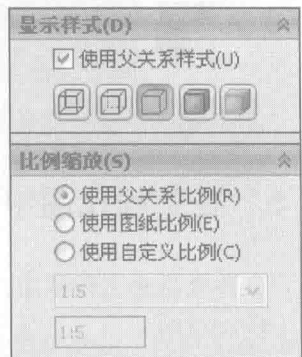

图 1-18 工程视图的父视图
- 显示样式：新视图的显示样式可以和父视图一样，如图 1-18 所示，只需在【显示样式】选项组中勾选【使用父关系样式】即可。当然，也可以更改从父视图继承而来的显示样式。